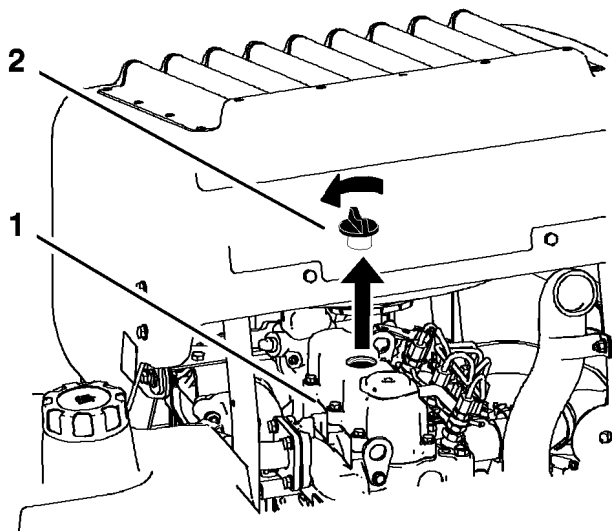

Figura 39
6. Togliete il tappo di riempimento dell'olio da sopra il motore (Figura 39), per agevolare la fuoriuscita dell'olio.
2. Togliete il tappo dell'olio e l'asta di livello (Figura 39).